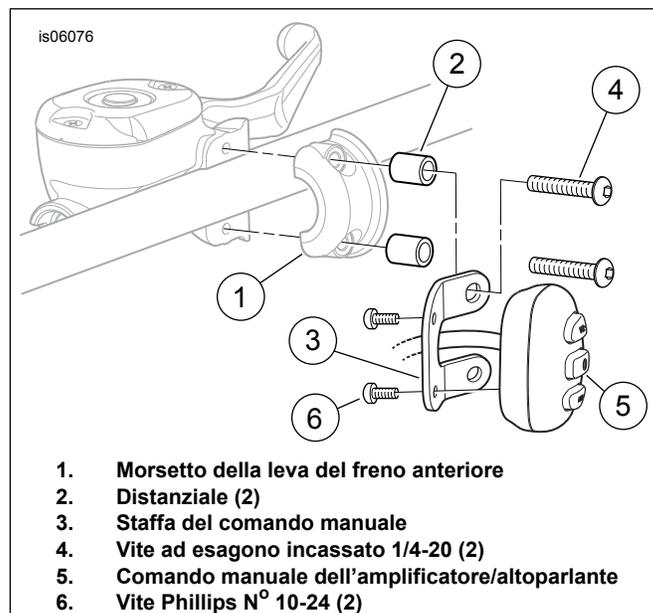

Figura 2. Installazione del comando manuale e della staffa
1. Vedere Figura 2. Rimuovere dal veicolo le viti del morsetto della leva del freno anteriore. Rimuovere e accantonare il morsetto (1). Le viti possono essere gettate via.
2. Prendere dal kit la staffa del comando manuale (3), due distanziali (2), due viti Phillips N° 10-24 (6) e due viti ad esagono incassato 1/4-20 x 44,4 mm (1.75 in) di lunghezza (4).
3. Passare il cablaggio del comando manuale (5) lungo il centro della relativa staffa (3), come mostrato.
5. Installare il comando manuale (5, parte del cablaggio) sulla staffa con le viti N° 10-24 (6) e serrare saldamente.